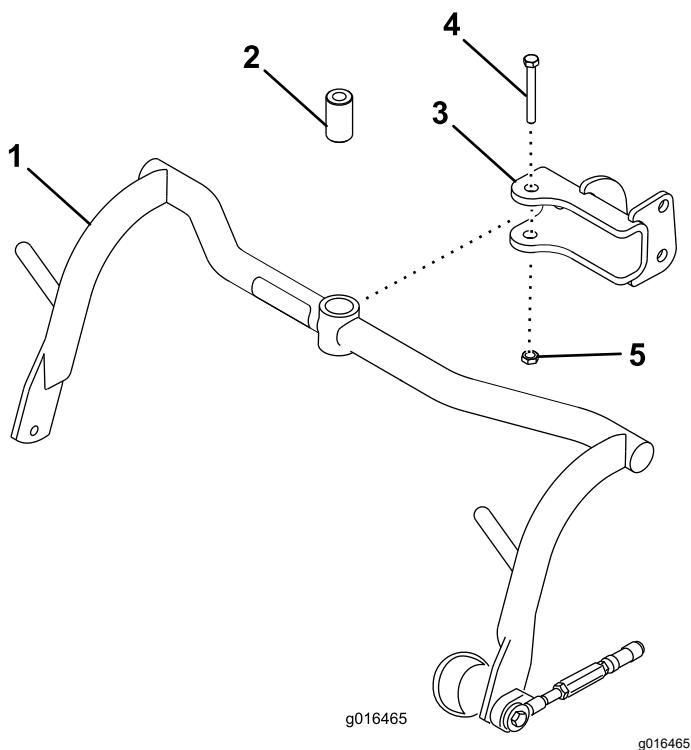

Bild 5
1. Befestigen Sie einen Trägerrahmen mit einem Distanzstück, einer Schraube ($1\frac{1}{2}$ " x $3\frac{1}{4}$ ") und einer Sicherungsmutter ($\frac{1}{2}$ ") an jeder Lastöse, siehe Bild 5. Ziehen Sie diese auf ein Drehmoment von 91 bis 113 N·m fest.